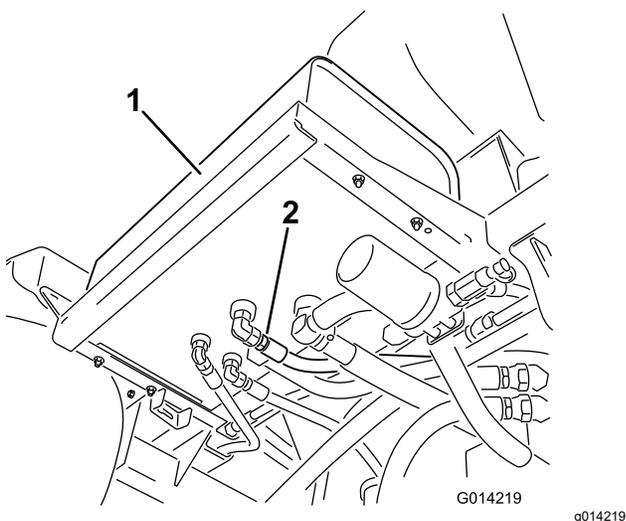

Figura 101
2. Limpie la zona alrededor del acoplamiento de uno de los manguitos hidráulicos, en la parte inferior del depósito de fluido hidráulico (Figura 101).
4. Retire el acoplamiento de manguera del depósito y deje fluir el fluido al recipiente (Figura 101).